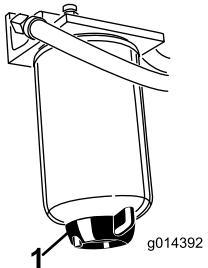

Figura 35
Retire água ou outro tipo de contaminação do separador de água (Figura 35) diariamente.
2. Liberte o tampão de escoamento que se encontra na zona inferior do recipiente do filtro (Figura 35).